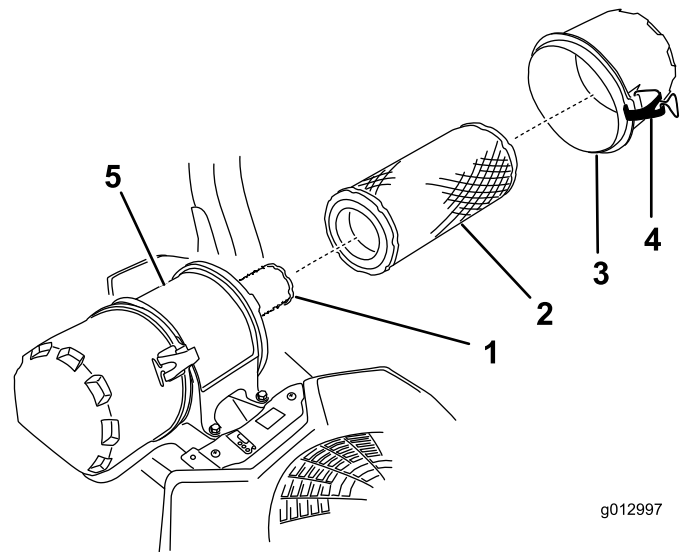

Figura 64
6. Liberte os trincos do filtro de ar e empurre a cobertura do filtro de ar para fora do corpo do filtro de ar (Figura 64).
8. Empurre suavemente o filtro primário para fora do corpo do filtro de ar (Figura 64).
2. Se substituir o filtro interior, empurre-o com cuidado para o corpo do filtro (Figura 64).
3. Empurre com cuidado o filtro principal sobre o filtro de segurança (Figura 64).
4. Monte a cobertura do filtro de ar e fixe os trincos (Figura 64).